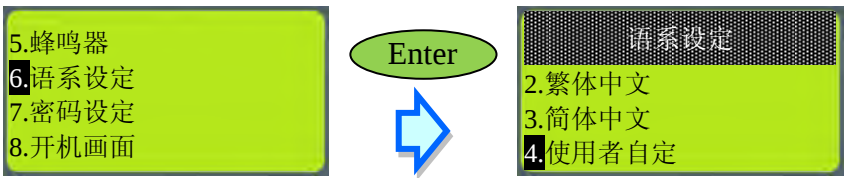

图 3-6 TP 人机系统选项
- (4) 编辑完后，按下 TP04G 系统主选项【1.下载程序 TP04G↔PC】，TP04G 人机屏幕上会出现“通讯等待中...”的字符串。
- (5) 单击TPEditor菜单工具栏 通讯 (M) > 自定义Menu输入 (M) 项目，通常此指令为灰色，只有在用户选项设置模式下，才能使用，单击后就会将前述编辑的选项下载至 TP04G。
- (6) 接着要选择 TP04G 系统主选项中【TP04G 设定】进入【语系设定】后按下 TP 人机面板的【Enter】键进入后，选择【使用者自定】选项，这样就可以使用用户自定的语系了，如图 3-6。